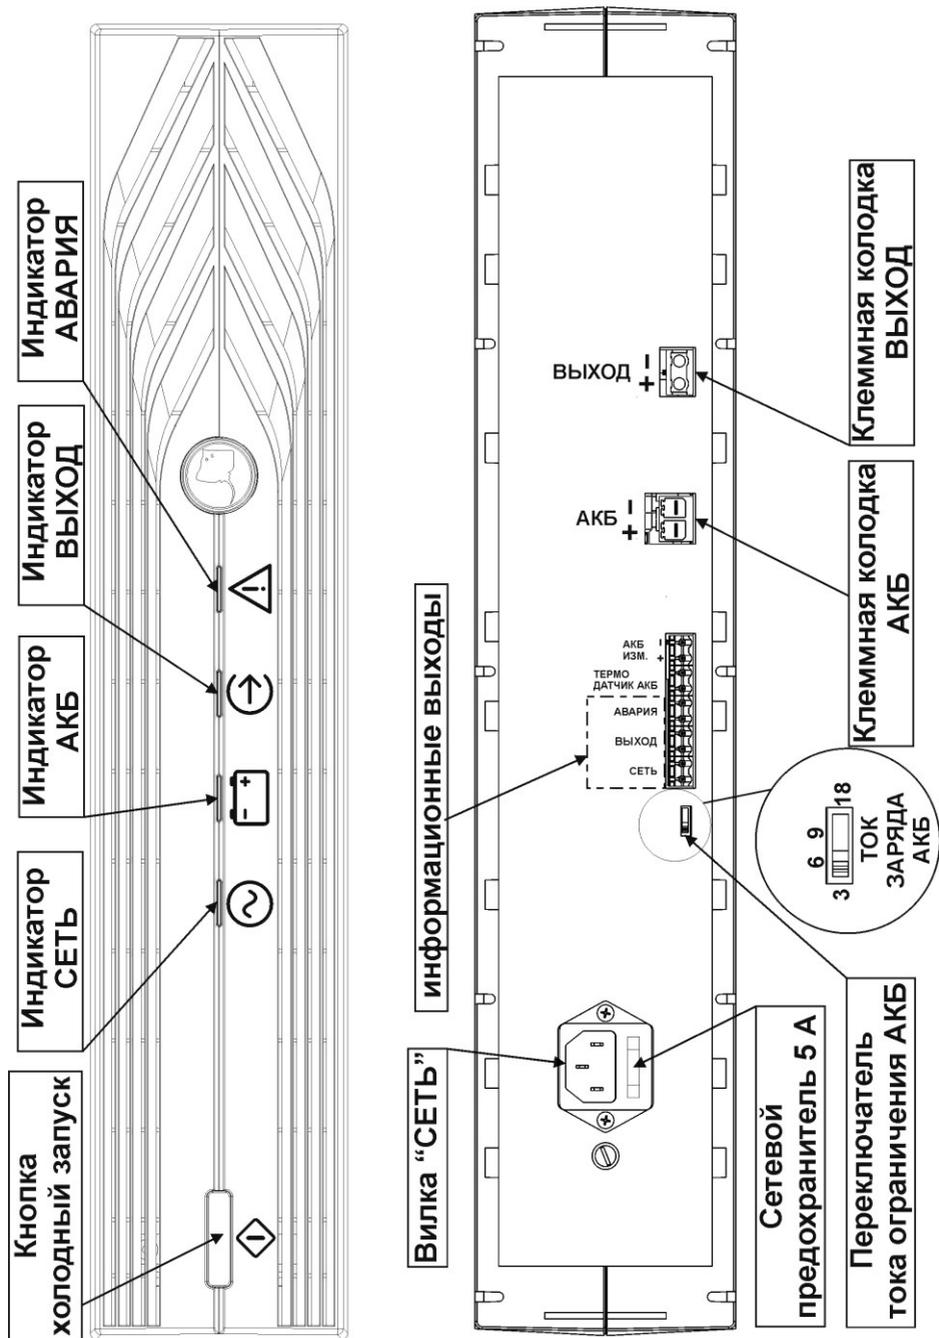
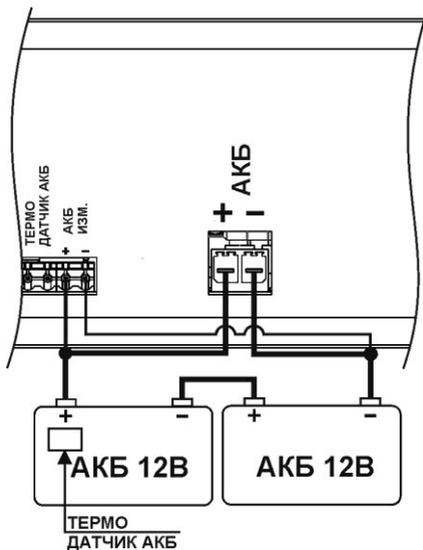

Рисунок 1 – Общий вид изделия
Рисунок 4 – Подключение АКБ и термодатчика АКБ.
Изделие содержит следующие конструктивные элементы (см. рис. 1):
- Подключите с соблюдением полярности к клеммам колодки «ВЫХОД» изделия кабель питания нагрузки (см. рис. 1);
- Подключите внешнюю АКБ состоящую из двух батарей, соединённых последовательно к изделию, соблюдая полярность, кабели для подключения внешней АКБ (см. рис. 4) (входят в комплект поставки);
- При необходимости термокомпенсации напряжения заряда АКБ подключите термодатчик АКБ к контактам колодки «Термодатчик АКБ». Чувствительный элемент термодатчика закрепите на корпусе внешней АКБ в непосредственной близости от клеммы «+» с помощью липкой ленты. Для корректной работы термодатчика необходимо обеспечить плотное прилегание чувствительного элемента датчика к поверхности корпуса батареи (см. рис. 4);
- Проверьте правильность произведенного монтажа в соответствии с назначением клемм подключения (рис. 1) и схемами подключения (рис. 4 – 6);
- Проверьте наличие и исправность сетевого предохранителя (см. рисунок 1);